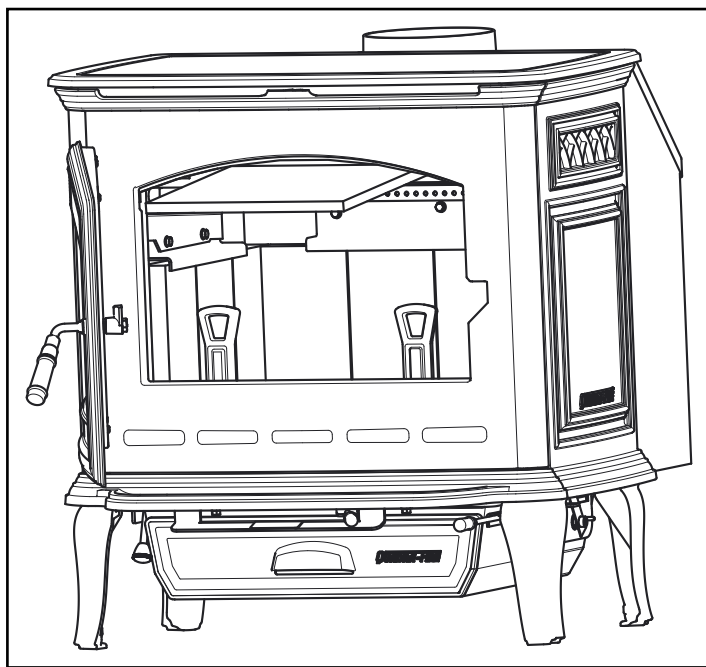

Figure 23.2
2. La plaque-défecteur est en deux parties. Quand le manteau en céramique est en place, glissez une des parties du déflecteur par-dessus l'autre et sortez-la par l'ouverture de la porte, puis enlevez l'autre partie. Figure 23.2
5. Pour réinstaller le manteau en céramique, il est plus facile de le plier d'abord en deux. Placez-le sur la plaque-défecteur, dépliez-le et lissez-le. Recontrôlez l'emplacement de la plaque-défecteur (Figure 23.2).